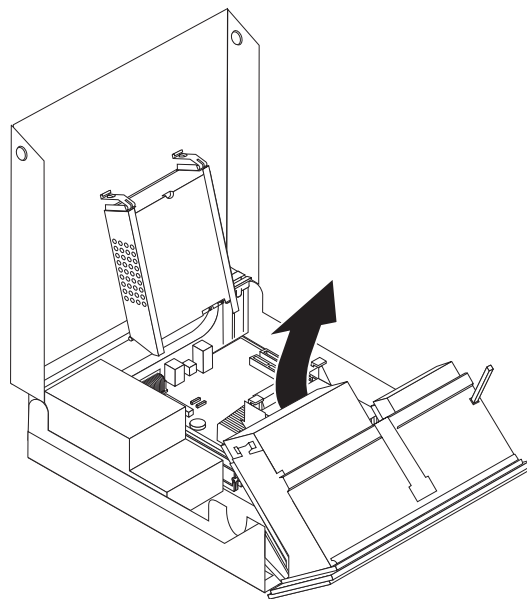

Figura 6. Rotazione del vano unità
2. Su alcuni modelli, potrebbe essere necessario ruotare l’assieme del vano unità verso l’alto e ruotare l’unità disco verso l’alto per accedere ai componenti interni, vedere Figura 6.